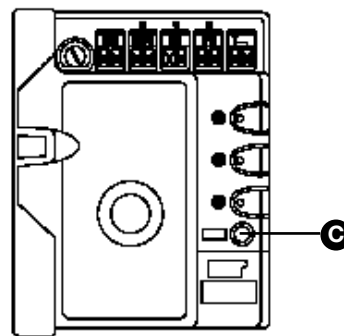

Abbildung 73
**4** Die kleine gelbe Taste (A) in Abbildung 73 drücken, um eine ganze Öffnungsbewegung, dann eine Schließung auszuführen. Bei diesen beiden Bewegungen speichert die Steuerung die Kraft, die an jedem Punkt des Laufs notwendig ist.